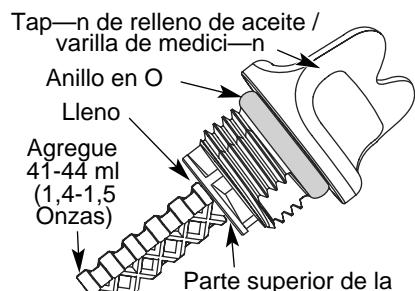

Fig. 23
- Retire el tapn de relleno de aceite / varilla de medicin e inspeccione el nivel del aceite. El aceite debe llegar hasta la parte superior de la varilla de medicin (Fig. 23).